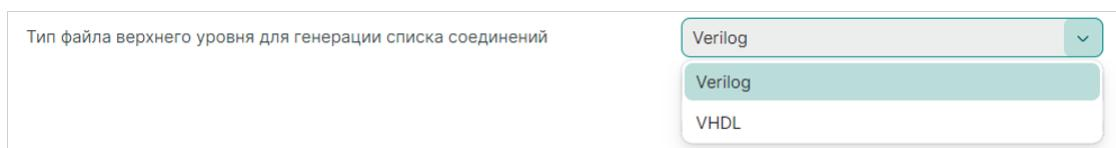

Рис. 124 Выбор формата файла для генерации списка соединений из схемы
- «Тип файла верхнего уровня для генерации списка соединений» – выбор формата файла для генерации списка соединений из схемы, см. Рис. 124.